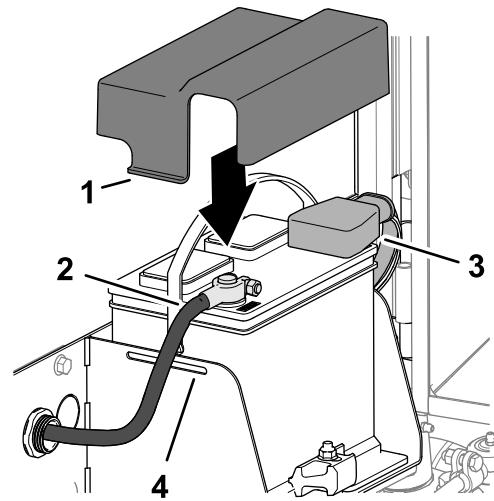

Figura 92
- Instale o cabo positivo da bateria (vermelho) no terminal positivo (+) da bateria (Figura 92).